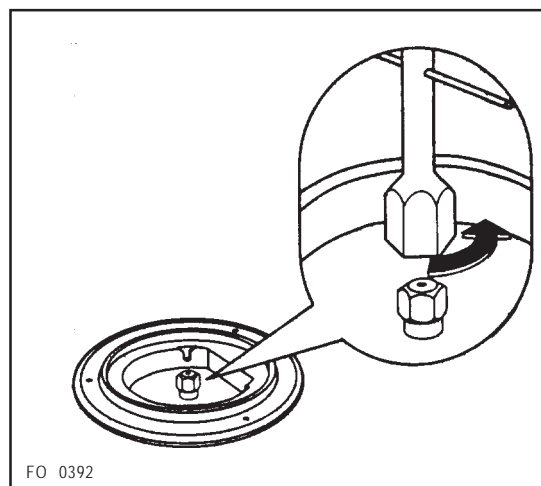

Рис. 8
3. При помощи торцевого ключа 7 размера отвинтите и снимите (Рис. 8) сопла, поменяйте их на сопла, подходящие для типа рабочего газа (см. таблицу “Характеристики горелок” на стр. 14).